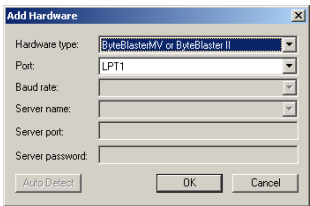

图 27-41 “Add Hardware”对话框
(3)单击“Add Hardware”按钮，弹出“Add Hardware”对话框，如图 27-41 所示。在“Hardware type”选项中，选择“ByteBlasterMV or ByteBlaster II”，在“Port”中选择下载电路所连接的并行端口号。